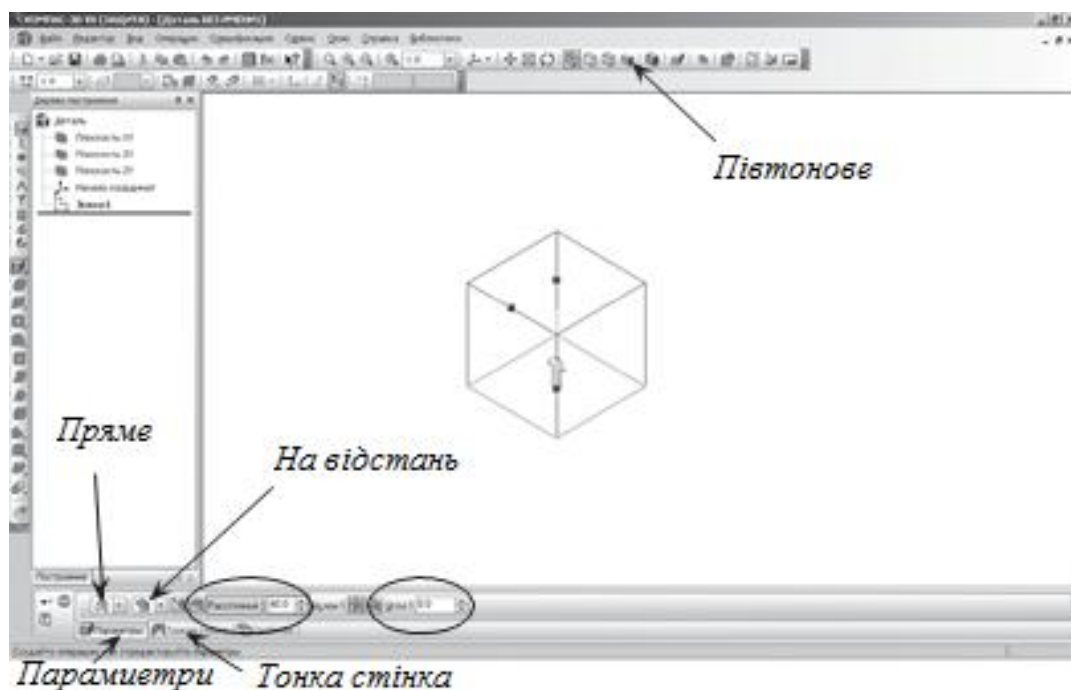

Рисунок 2.3 – Керування параметрами елемента
-  - на панелі властивостей на вкладці параметри вкажіть напрямок видавлювання (нагору), глибина видавлювання – на відстань, у поле **Відстань 1** введіть 40 мм, **Кут 1** рівний 0° (грані куба вертикальні) (рис. 2.3);